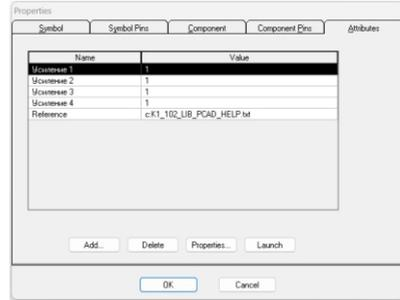

Рис. 29 Конфігуратор блока "Корінь квадратний"
2.13 Конфігуратор блока містить наступні конфігураційні вікна (Рис. 29):